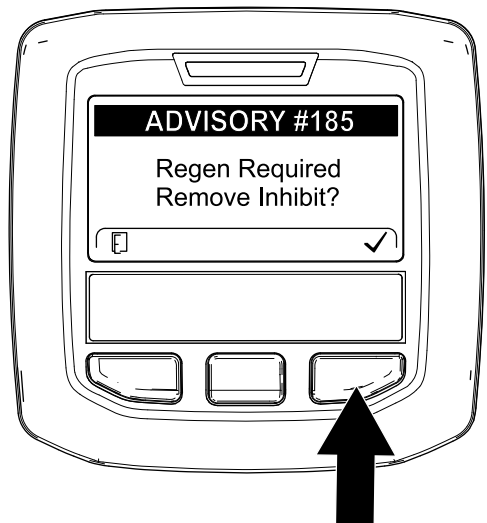

Figura 46
**Nota:** Se INHIBIT REGEN è impostata su ACCENSIONE, l'InfoCenter visualizza ADVISORY #185 (Figura 46). Premete il pulsante 3 per impostare l'inibizione della rigenerazione su SPEGNIMENTO e procedere con la rigenerazione di ripristino.